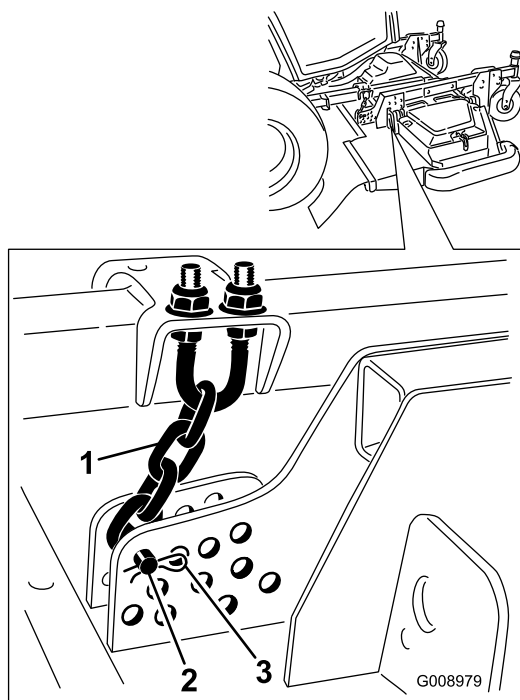

Figura 136
4. Retire la chaveta y el pasador que fijan las cadenas de ajuste de la altura de corte a la parte trasera de la unidad de corte (Figura 136).